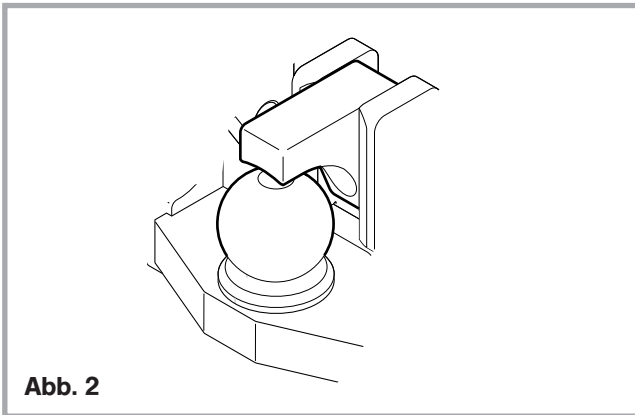

Abb. 2
- darf nur in Verbindung mit genehmigten Kupplungskugeln 80 mm nach ISO 24347 mit entsprechendem Niederhalter eingesetzt werden (s. Abb. 2).